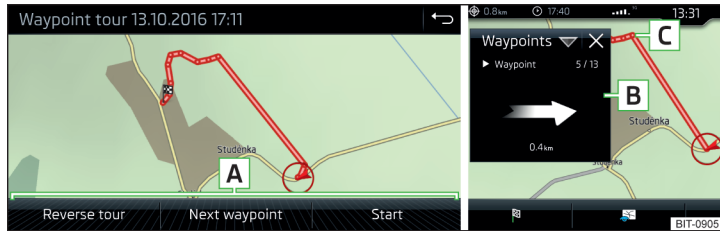

Abb. 236 Anzeige einer Wegpunkt-tour / Abfahren einer Wegpunkt-tour
- ▶ Eines der folgenden Menüs auswählen **A** » Abb. 236.
Während des Abfahrens einer Wegpunkt-tour erfolgt im Zusatzfenster **Wegpunkte** die Anzeige der Richtung sowie des Abstands zum nächsten Wegpunkt, der fortlaufenden Nummer des nächsten Wegpunktes sowie der Gesamtzahl der Wegpunkte **B** » Abb. 236.
Die Wegpunkt-tour von der Fahrzeugposition zum nächsten Wegpunkt „nimmt“ während der Fahrt sukzessive „ab“ **C** » Abb. 236.
- > Anzeige der Wegpunkt-tour » **Abb. 236 auf Seite 206**